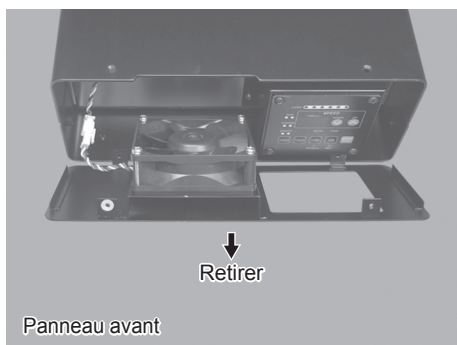

Fig. 39
- (4) Retirez le boîtier (panneau avant) du BOÎTIER DE CONTRÔLE (Fig. 39).